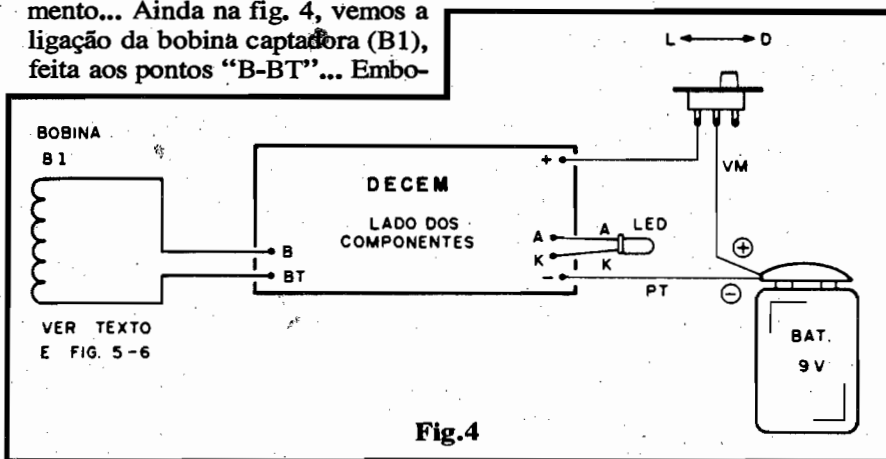

Fig.4
- FIG. 4 - CONEXÕES EXTERNAS À PLACA - A placa do DECEM (DETETOR DE CAMPOS ELETRO-MAGNÉTICOS) continua vista pelo seu lado não cobreado, porém agora com ênfase nas conexões externas ou periféricas (entre a dita placa e o "mundo exterior"). Observar a codificação atribuída às ilhas junto às bordas do Impresso, justamente destinadas a tais importantes ligações. Alguns pontos a considerar: a correta identificação dos terminais do LED, e a polaridade das conexões de alimentação (bateria e chave L-D). Quanto ao LED, dependendo da acomodação final pretendida, ele tanto pode ser ligado diretamente à placa, quanto através de "prolongamentos" feitos com pedaços de fio isolado, no conveniente comprimento... Ainda na fig. 4, vemos a ligação da bobina captadora (B1), feita aos pontos "B-BT"...